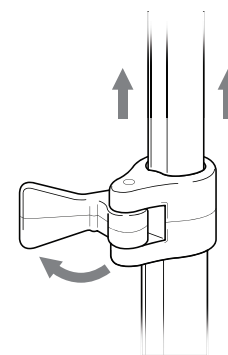

FIGURA 4
1. Libere la traba de extensión que se encuentra justo debajo de la SECCIÓN 1 girando la bisagra hacia afuera, tal como se muestra. La SECCIÓN 1 podrá entonces extenderse / acortarse (FIGURA 4).